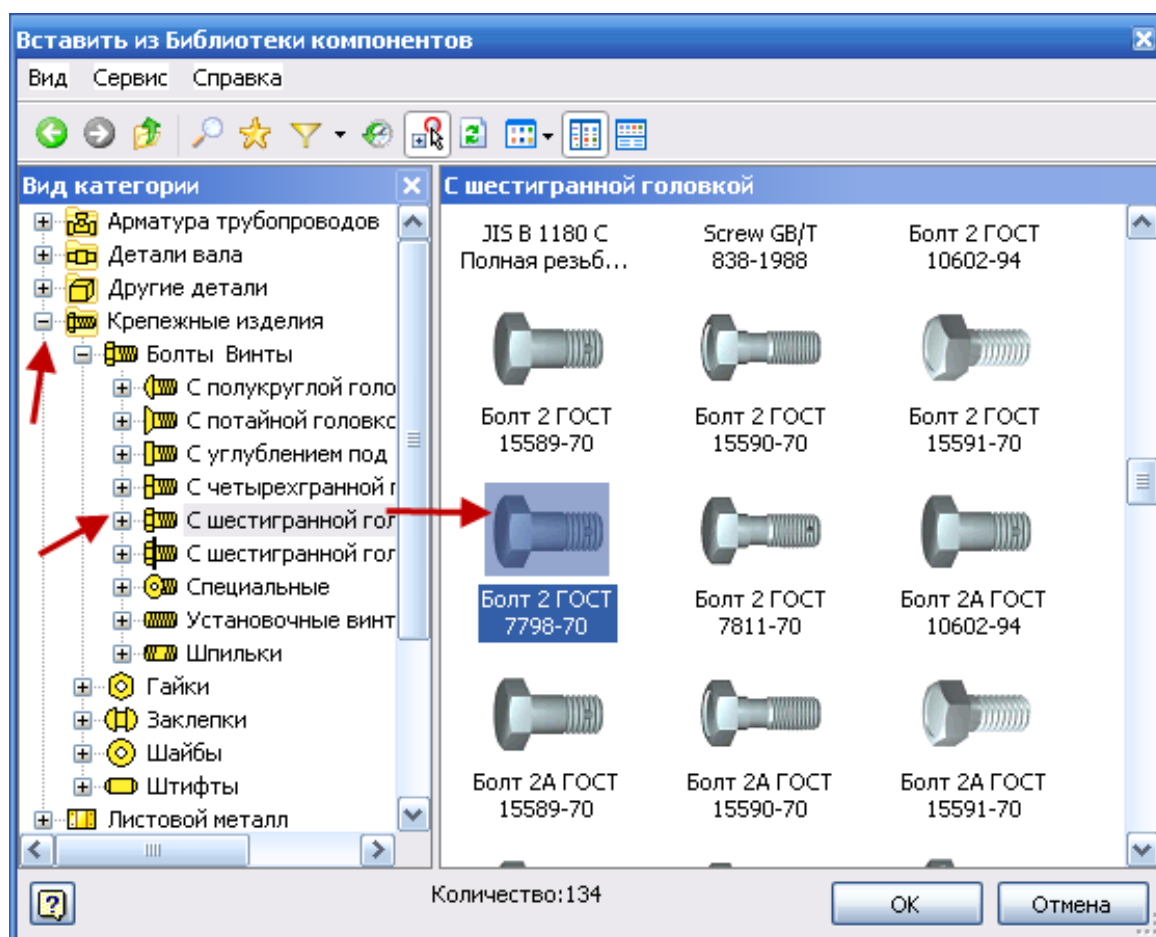

Рис. 3.78. Диалоговое окно **Вставить из библиотеки компонентов**
- Для вставки компонента из библиотеки необходимо раскрыть список команды **Вставить** и выбрать  **Вставить из библиотеки компонентов** (рис. 3.78).